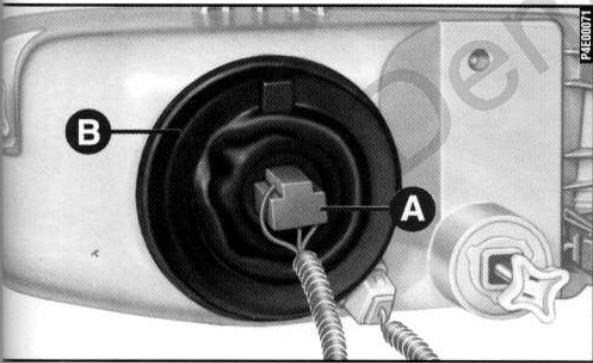

fig. 12
- 1) Primeiramente, soltar o conector **A**-fig. 12 e, depois, a proteção de borracha **B**.